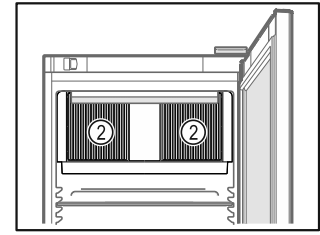

Fig. 40
- Тримати відкритою вентиляційну щілину Fig. 40 (2) вентилятора циркуляційного повітря у внутрішній камері.